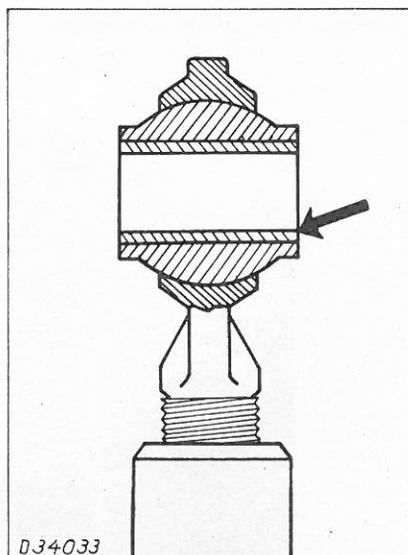

fig. 121 Douille du tirant supérieur
- a) Chasser la douille de l'extrémité du tirant supérieur (du côté outil, voir flèche, fig. 121);